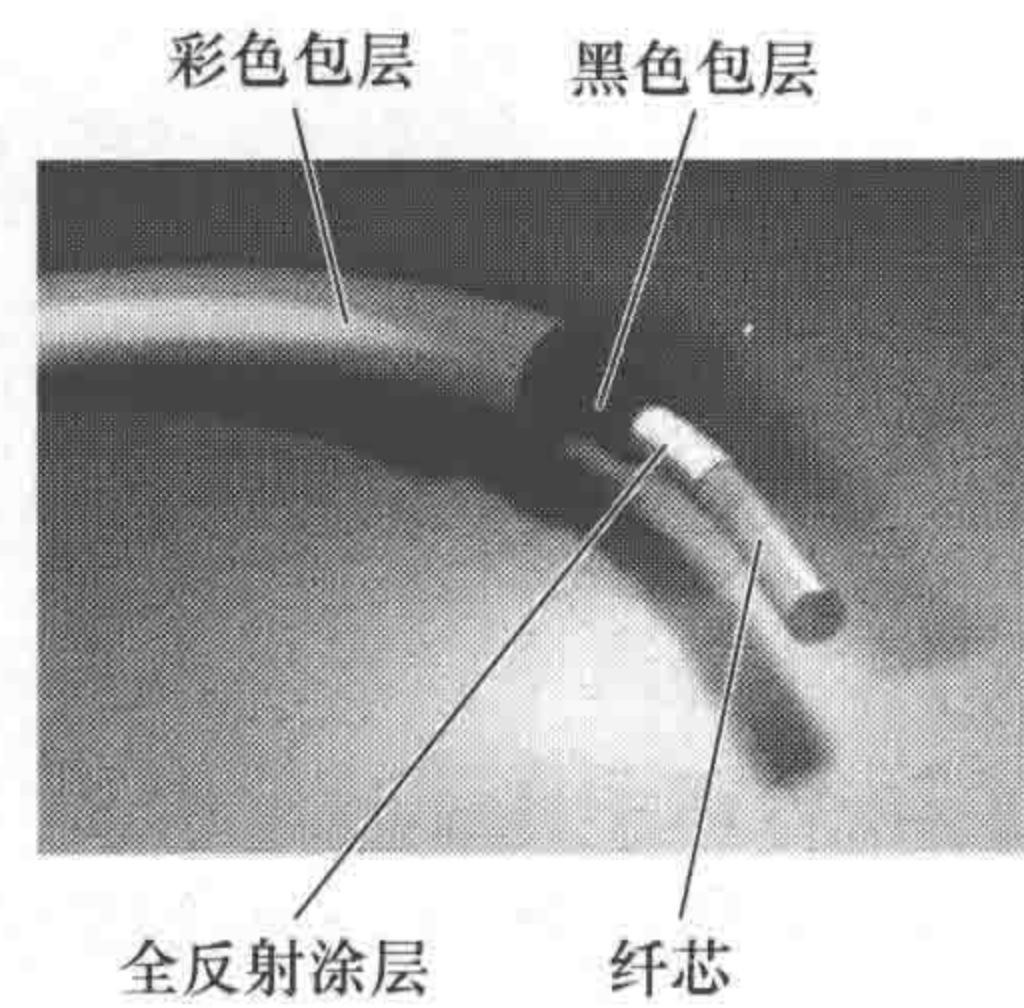

图 1-9 光纤结构
(3) 光纤 (也称光缆) 如图 1-9 所示，光纤没有网状屏蔽层，它包括纤芯、全反射涂层、黑色包层、彩色包层。